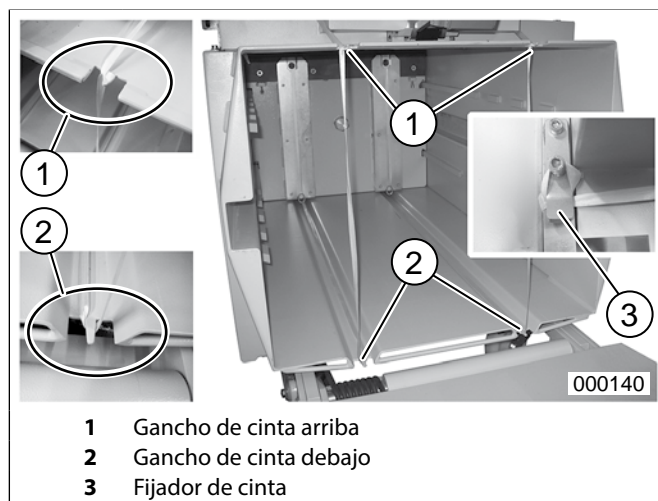

fig.21 Colocacion de las cintas para un nuevo fardon
- Soltar los extremos de la cinta (fig. 21/3) fijados en la caja del compactador, atarlos con la respectiva cinta extraída y cortar la cinta detrás del nudo con unas tijeras (fig. 17).
3. Extraer las cintas una longitud de chapaleta aproximadamente, pasar los extremos de la cinta por encima de los ganchos de cinta (fig. 21/1+2), por dentro y por la abertura de llenado, hasta los fijadores de cinta (fig. 21/3) y fijarlas allí enrollándolas dos veces.